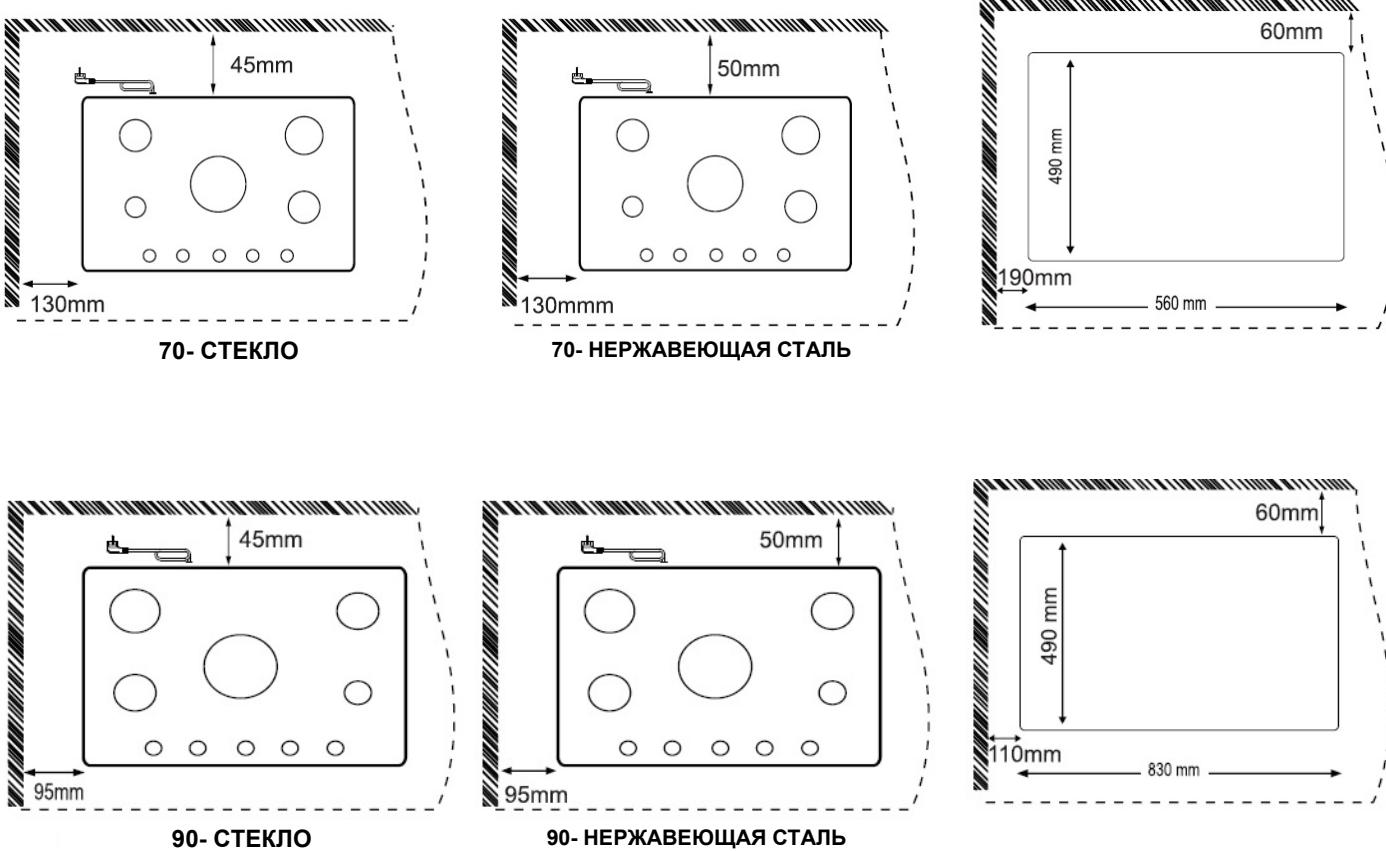

Рис. 3
- Отверстие под панель в столешнице должно быть таким, как показано на рисунке. (Рис. 2 / Рис. 3)